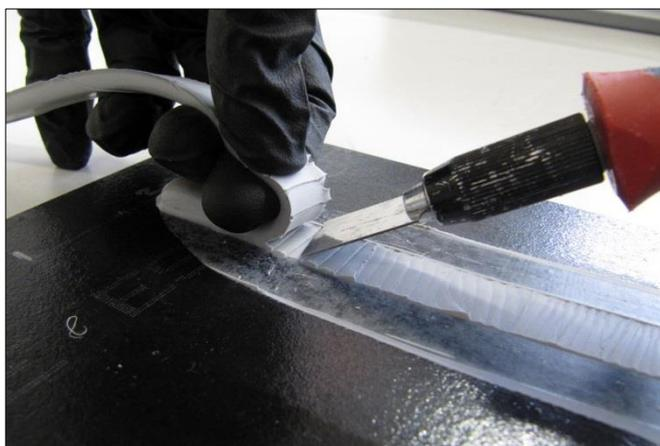

Figure 13: Test du cordon par pelage
6. Si le silicone durci ne peut pas être coupé, utilisez le couteau pour continuer à couper plusieurs fois tous les quelques millimètres à un angle de 45° jusqu'au support tout en continuant de tirer sur le cordon. (voir figure 13).